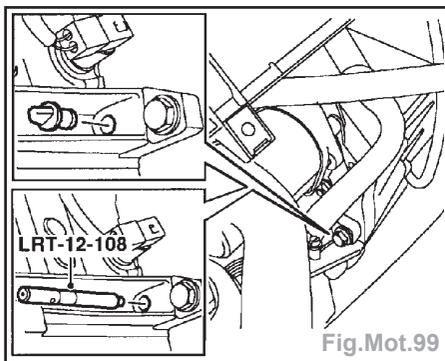

Fig.Mot.99
- Enlever l'obturateur du trou de pige de calage du vilebrequin (Fig.Mot.99).
- Installer l'outil LRT-12-108 pour bloquer le vilebrequin (Fig.Mot.99).